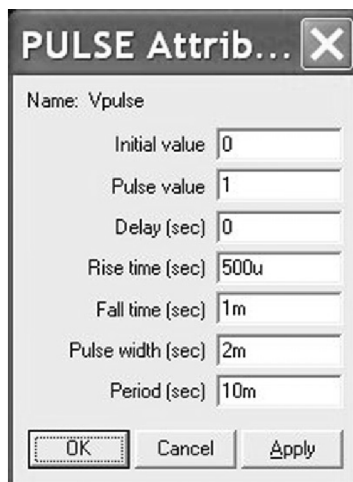

图 6.26 Vpulse 脉冲源设置
12. 如图 6.26 所示，选择 **Stimulus > New** 创建脉冲信号源，名称为 Vpulse，初始值为 0V，幅值为 1V，无初始延迟，上升时间为 500 $\mu$ s，下降时间为 1ms，脉冲宽度为 2ms，周期为 10ms。单击 OK 按钮对激励源进行保存，但是不要根据提示对原理图进行更新。点击 Exit 按钮退出激励源编辑器。